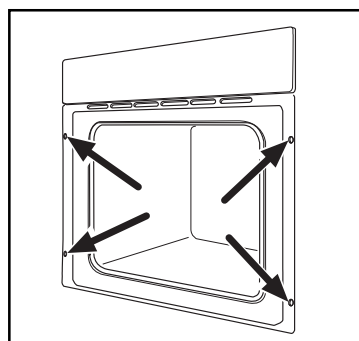

Fig. 29
- Ouvrir la porte du four et fixer le corps du four au meuble à l'aide de quatre vis à bois s'adaptant aux trous pratiqués à cet effet sur les montants latéraux (Fig. 29).